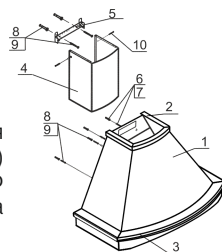

рис. 3
6.1\* Прежде чем навесить кухонную вытяжку, необходимо верхнее деревянное обрамление (поз. 2, рис. 3) приклеить к корпусу вытяжки (поз. 1, рис. 3). Снимите защитную полосу с двухсторонней самоклеящейся ленты, которая наклеена на обрамлении и приклейте его к корпусу вытяжки.